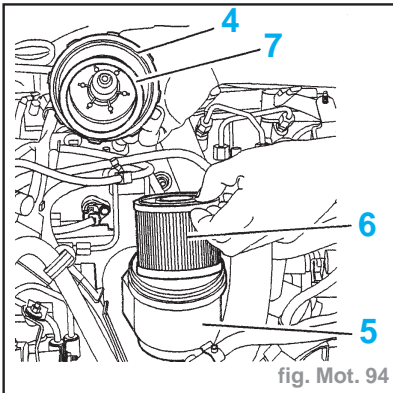

fig. Mot. 94
- Déposer (fig. Mot. 94) :
- le couvercle (4)
- la rondelle ondulée (7)
- l'élément filtrant (6)